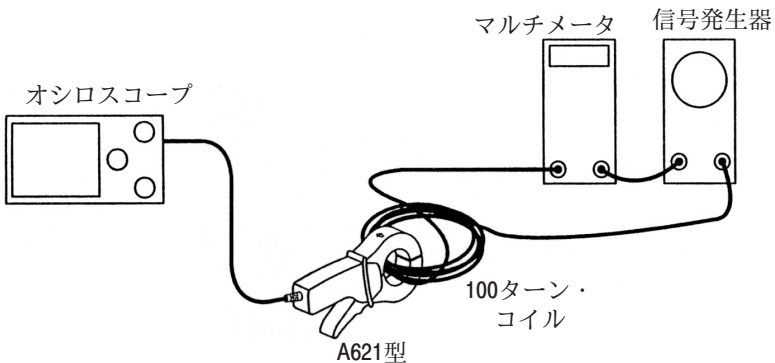

図 4: AC 確度チェック
- 1) パッチ・コードとアダプタを使用して、100 ターンのカレント・ループをマルチメータの電流入力と信号発生器の出力に直列に接続します。マルチメータは AC 実効電流レンジに設定します。図 4 をご参照ください。